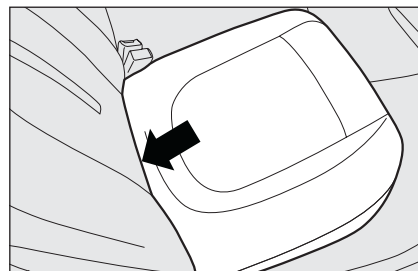

fig. 88
- ☐ ribaltare in avanti il cuscino desiderato **fig. 88** agendo nel punto indicato dalla freccia;